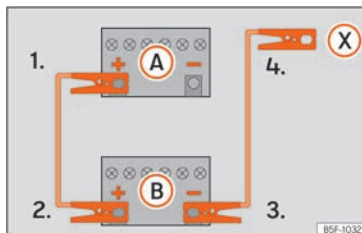

Fig. 49 Esquema de conexión para vehículos sin sistema Start-Stop.
hículo con la batería descargada (A) » » **fig. 49**.
3. Emborne el otro extremo del cable rojo de emergencia al polo positivo (+) del vehículo que suministra la corriente (B).
- 4a. *En los vehículos sin sistema Start-Stop:* emborne un extremo del cable negro de emergencia al polo negativo (-) del vehículo que suministra la corriente (B) » » **fig. 49**.